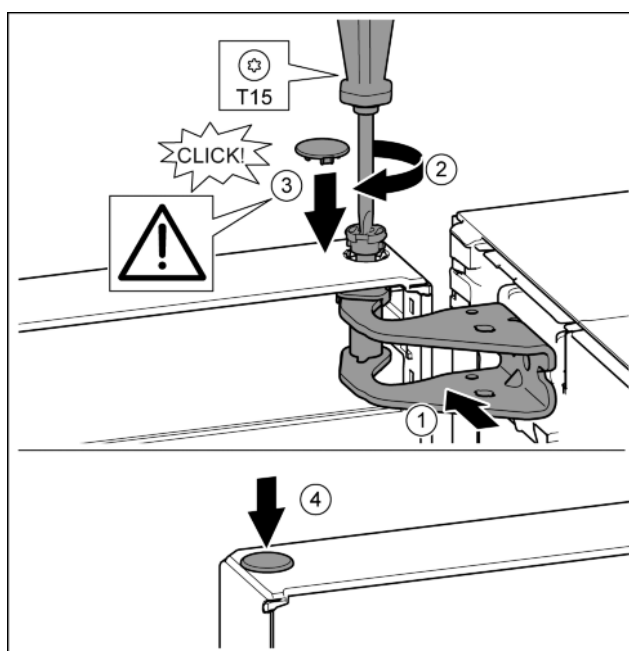

Fig. 18
- Дверь вверх выровнять по отверстию в опорном кронштейне. Fig. 18 (1)
- Вставить палец и затянуть отверткой T15. Fig. 18 (2)
- Установить предохранительную крышку для защиты двери: вставить предохранительную крышку и проверить, прилегает ли она к двери. В ином случае вставить палец полностью. Fig. 18 (3)
- Вставить заглушку. Fig. 18 (4)